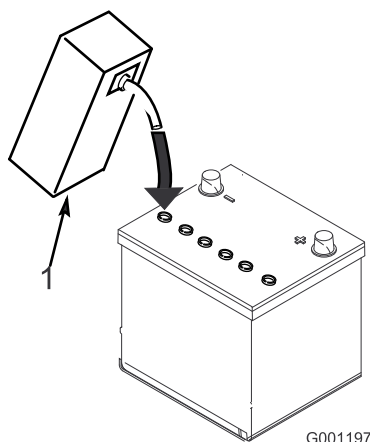

Figure 6
3. Versez de l'électrolyte avec précaution dans chaque élément jusqu'à ce les plaques soient recouvertes par environ 6 mm de liquide (Figure 6).
4. Attendez environ 20 à 30 minutes pour que les plaques aient le temps de s'imprégner d'électrolyte. Faites l'appoint au besoin pour que le niveau de liquide monte à 6 mm en dessous du creux de remplissage (Figure 6).